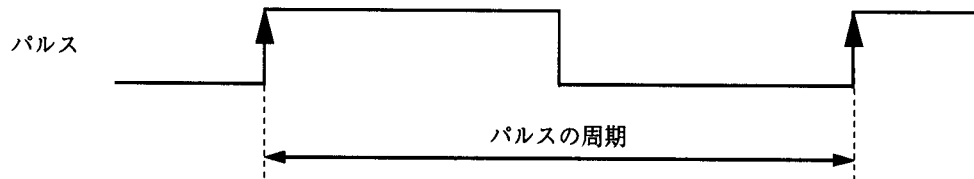

図1 パルス周期測定タイミング
- (1) 図1に示すように、パルスの周期を測定し、結果をRAMに設定します。
- (2) パルスの周期は5 μ s から214 sまで50 ns単位で測定可能です。